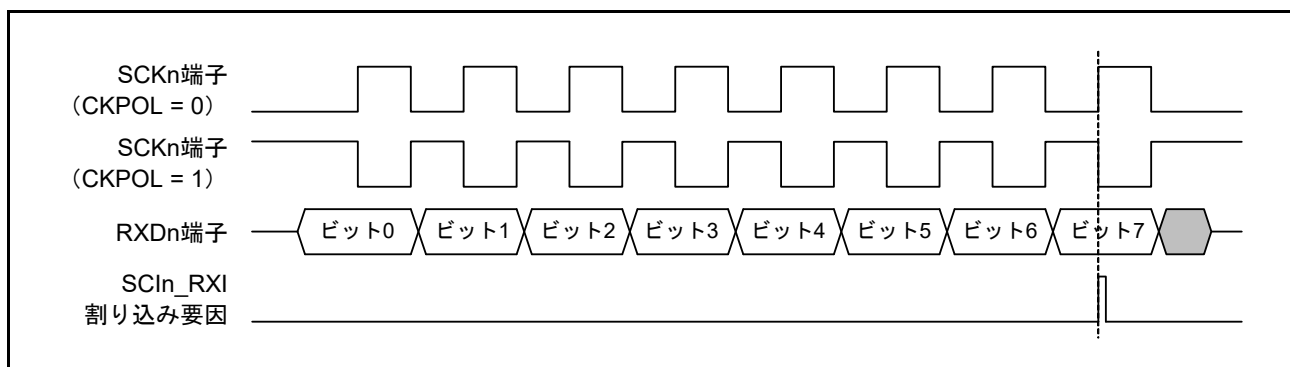

図 27.79 簡易 SPI モードにおける SCIn\_RXI 割り込みの発生タイミング (クロック遅れあり)
- クロック遅れありの設定 (SPMR.CKPHビット=1) では、図 27.79 に示すように、SCKn 端子の最終クロックエッジ手前のクロックエッジで受信データフル割り込み (SCIn\_RXI) が発生します。SCR.TEビットとSCR.REビットをSCKn 端子の最終クロックエッジより前に0にすると、SCKn 端子出力がハイインピーダンスとなり、送受信クロックの最後のクロックパルス幅が短くなります。また、SCIn\_RXI 割り込みの発生によって、SCKn 端子の最終クロックエッジより前に接続先スレーブのSSn 端子入力信号がHighになった場合、スレーブが誤動作する可能性があります。